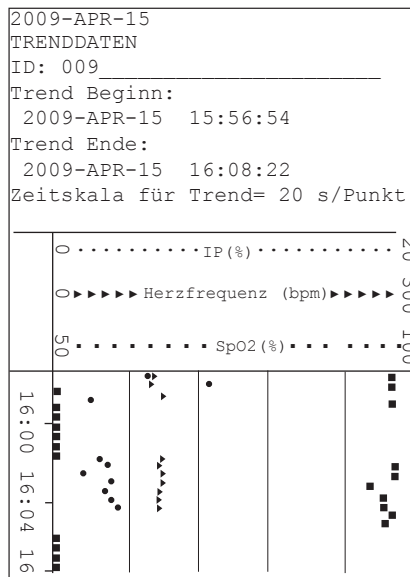

Abbildung 9-9: Grafische Stichprobendaten (Beispiel)
Betriebszustand ③ - Grafische Stichprobendaten werden als Diagramm gedruckt. Siehe Abbildung 9-9.